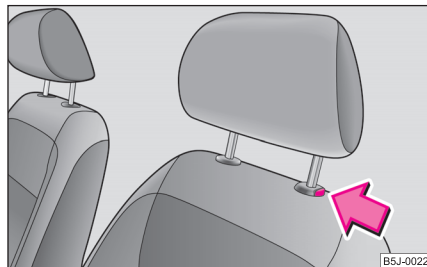

Fig. 50 Scoaterea tetierei
- Dacă doriți să împingeți tetiera în jos, trebuie să apăsați tasta de siguranță ⇒ fig. 50 și cu cealaltă mână să apăsați tetiera în jos. ►
- Apăsați tasta de siguranță în sensul săgeții ⇒ pagina 58, fig. 50 și scoateți tetiera.